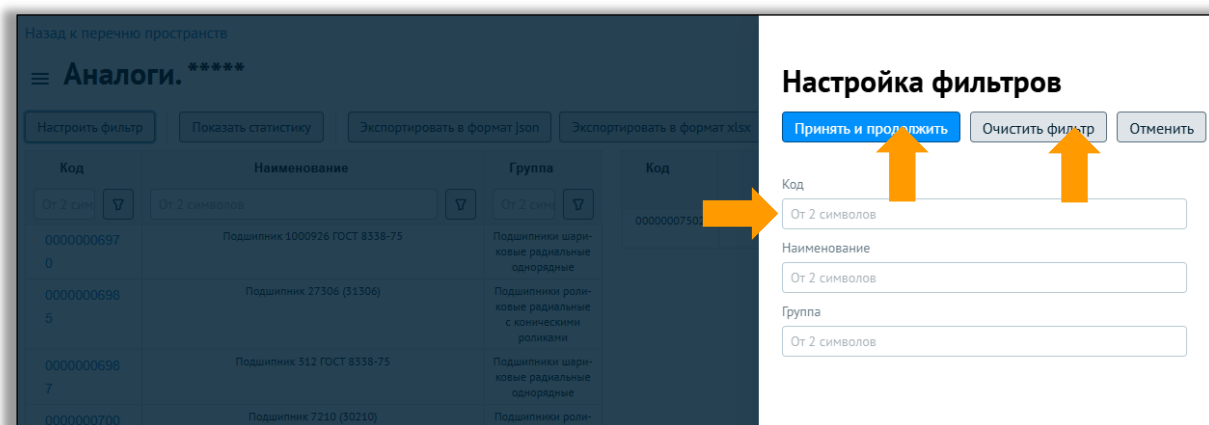

Рисунок 33 – Критерии фильтрации
- В открывшемся правом меню можно отфильтровать по следующим критериям: код, наименование и группа (рисунок 33)